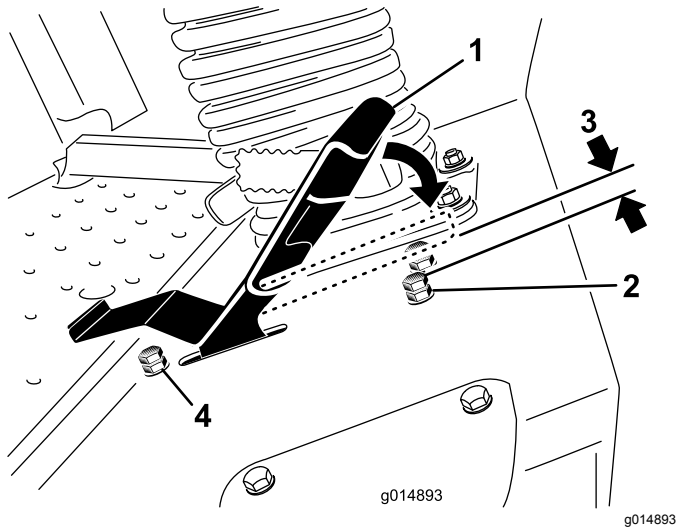

Figure 66
3. Desserrez l'écrou de blocage sur le boulon de butée de la pédale de déplacement (Figure 66).